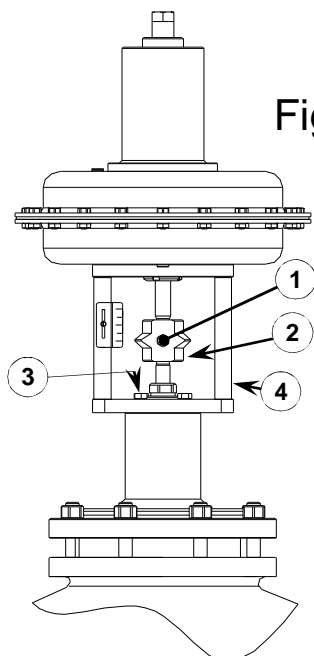
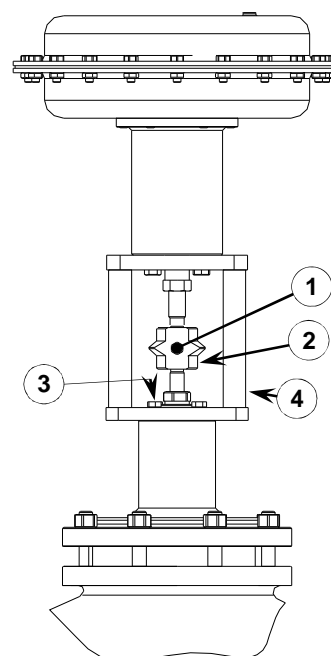

Fig. 13
Fig. 14
- Facendo riferimento alla Fig. 13 (per le valvole ad azione inversa) e alla Fig. 14 (per le valvole ad azione diretta) procedere come segue:
- Svitare completamente la vite (1).
- Dividere i morsetti (2).
- Svitare completamente le viti (3).
- Afferrare le colonne (4) dell'attuatore e rimuoverlo
- In reference to the figure 13 for reverse action actuators and the figure 14 for direct action actuators, proceed as follow:
- Screw off the lock nuts (1).
- Remove the connector clamp brackets (2)
- Loosen and remove the lock nuts (3).
- Catch the actuator pillars (4) and remove it.